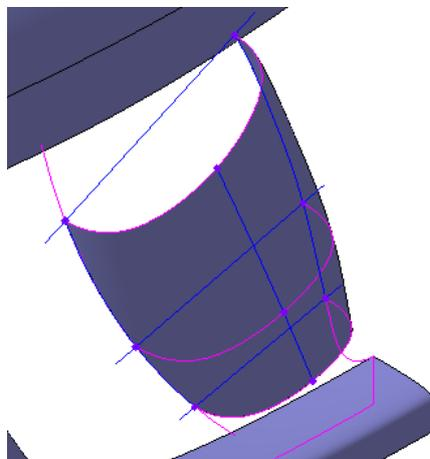

Рисунок 44
- Нажмите кнопку Создать объект .(рис.44).